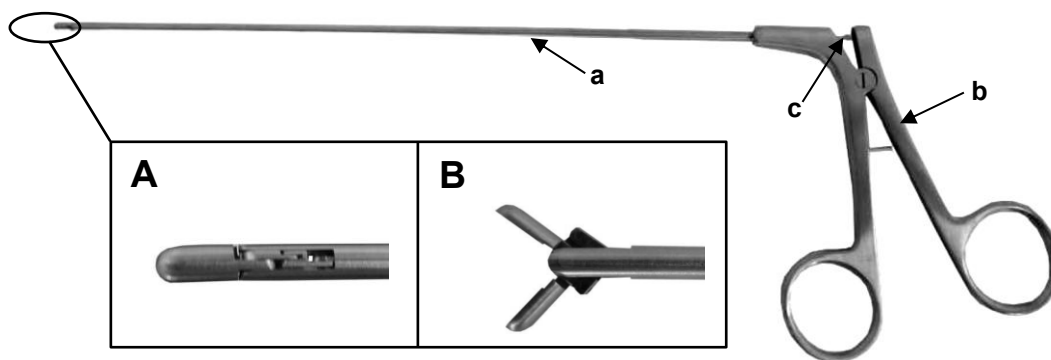

Fig. 1 : Ostéobiopote avec parties de la bouche fermées (A) et ouvertes (B)
L'ostéobiopote se compose d'une tige tubulaire (a) avec une poignée soudée (b), à l'extrémité distale de laquelle se trouvent les mâchoires mobiles. En pressant la poignée (b) vers l'intérieur ou vers l'extérieur, les mâchoires peuvent être fermées ou ouvertes par le biais du câble interne (c) qui passe dans la tige tubulaire (a). La figure 1 montre un ostéobiopote dont les mâchoires sont fermées (A) et ouvertes (B).